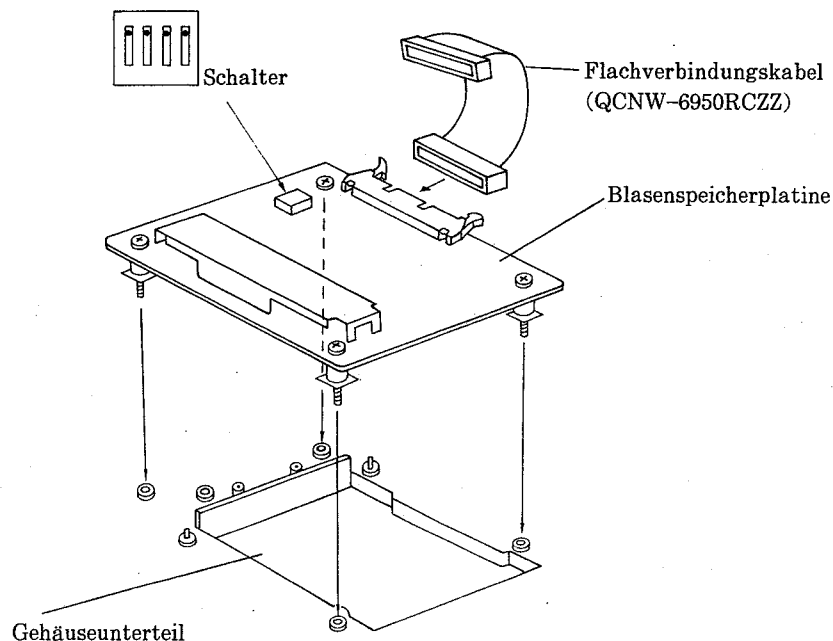

Abb. 18
- (10) Das Flachverbindungskabel (QCNW-6950RCZZ) an den Verbindungsstecker der Blasenspeicherplatine anschließen und die Platine mit den Befestigungsschrauben (4 Stück) am Gehäuseunterteil befestigen (siehe Abb. 18).
- (11) Überprüfen, ob die Schalter an der Blasenspeicherplatine wie in Abb. 18 gezeigt eingestellt sind.